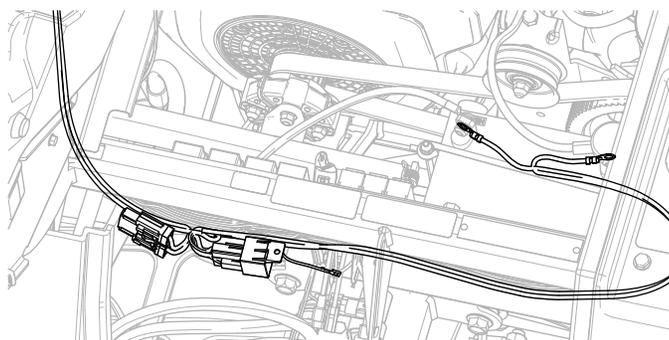

Figura 4
1. Começando a partir da bateria, encaminhe a cablagem de alimentação por baixo e ao longo do tubo do amortecedor (Figura 4).